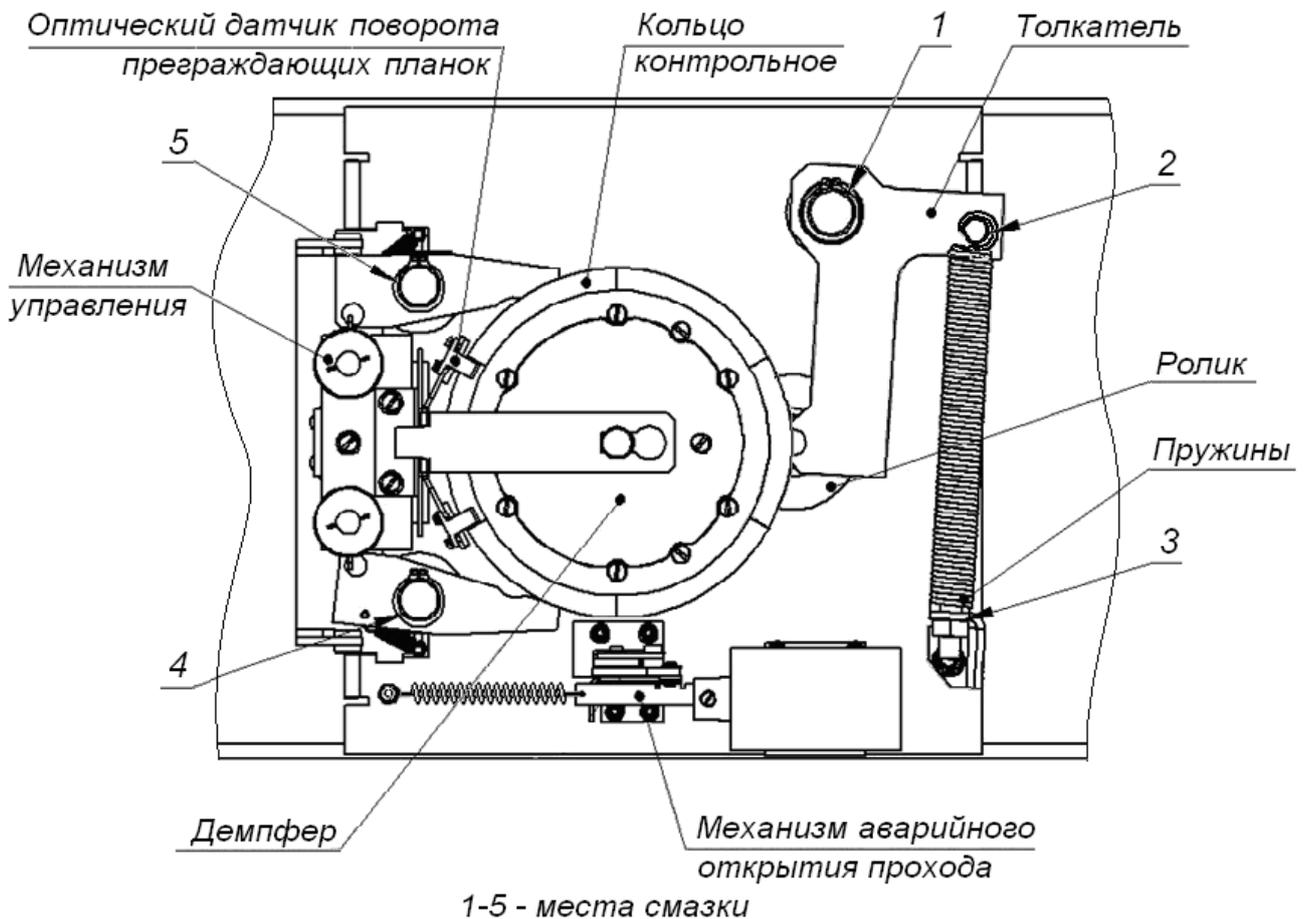

Рисунок 16. Расположение внутренних деталей и узлов механизма турникета
2. Снимите крышку (3) в порядке, указанном в разд. 6.
4. Осмотрите устройство доворота (толкатель, пружины и ролик), оптические датчики поворота преграждающих планок и демпфирующее устройство (см. рис. 16).
6. Выполните смазку узлов трения механизма турникета смазкой ШРУС-4. Не допускайте попадания смазки на поверхность кольца диска контрольного и на ролик. Смазку производите в следующих точках (см. рис. 16).
11. Проверьте крепление преграждающих планок (5) в шарнирных узлах турникета и, при необходимости, подтяните крепежные винты.
13. Установите на место крышку (3) (см. разд. 6) и зафиксируйте ее винтом.